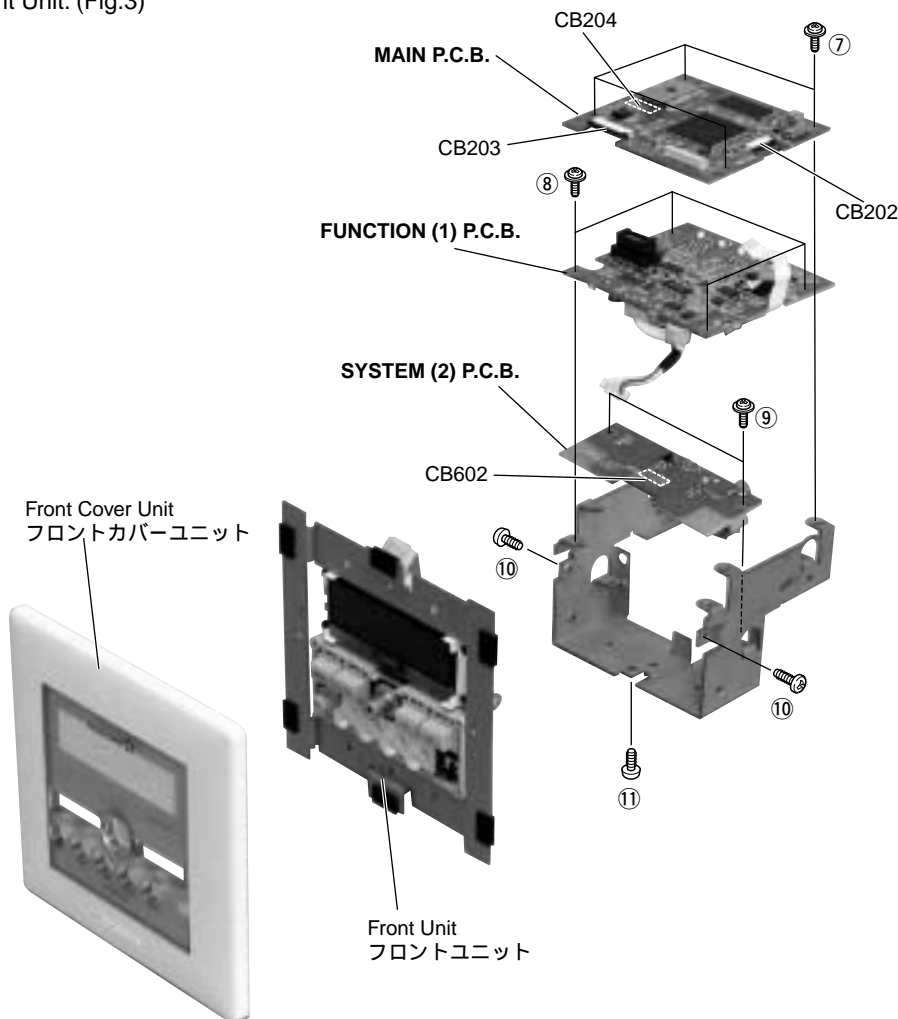

Fig. 3
- a) Remove CB202 and CB203. (Fig. 3)
- b) Remove 4 screws marked [⑦]. (Fig. 3)
- c) Remove CB204 and MAIN P.C.B. can be removed. (Fig. 3)
**4. Removal of FUNCTION (1) P.C.B. and SYSTEM (2) P.C.B.**
- a) Remove 4 screws marked [⑧]. (Fig. 3)
- b) Lift FUNCTION (1) P.C.B.
- c) Remove 2 screws marked [⑨]. (Fig. 3)
- d) Remove FUNCTION (1) P.C.B. and SYSTEM (2) P.C.B. (Fig. 3)
- e) Remove CB602. (Fig. 3)
- a) Remove the Front Cover Unit. (Fig.3)
- b) Remove 2 screws marked [⑩] and a screw marked [⑪]. (Fig.3)
- c) Remove the Front Unit. (Fig.3)
- a) CB202、CB203を外します。(Fig.3)
- b) ⑦のネジ4本を外します。(Fig.3)
- c) CB204を外し、MAIN P.C.B.を取り外します。(Fig.3)
**4. FUNCTION(1)、SYSTEM(2) P.C.B.の外し方**
- a) ⑧のネジ4本を外します。(Fig.3)
- b) FUNCTION(1) P.C.B.を持ち上げます。
- c) ⑨のネジ2本を外します。(Fig.3)
- d) FUNCTION(1) P.C.B.とSYSTEM(2) P.C.B.を取り外します。(Fig.3)
- e) CB602を外します。(Fig.3)
- a) フロントカバーユニットを外します。(Fig.3)
- b) ⑩のネジ2本、⑪のネジ1本を外します。(Fig.3)
- c) フロントユニットを外します。(Fig.3)